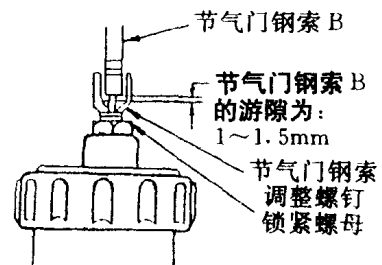

图 1-1-5 调整节气门钢索游隙
(1) **检查和调整节气门钢索游隙**：在化油器节气门处于闭合状态时，按图1-1-5所示，调整节气门钢索调整螺钉，使节气门钢索的游隙为1~1.5毫米。